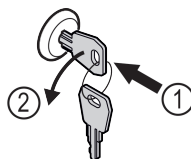

Fig. 160
- ▶ Įspauskite raktą. Fig. 160 (1)
- ▶ Pasukite raktą 90° prieš laikrodžio rodyklę. Fig. 160 (2)